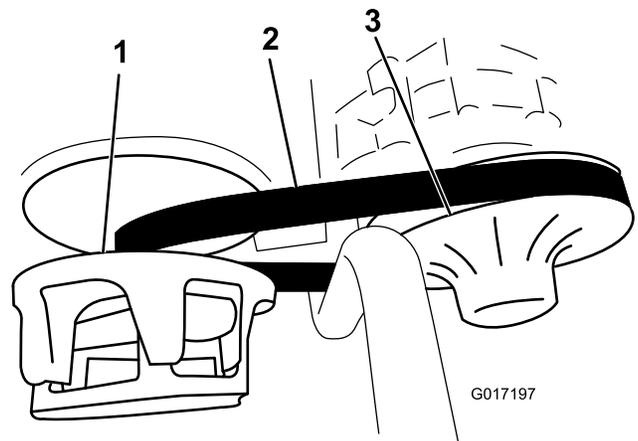

Figura 58
3. Fate girare la cinghia e ispezionatela per rilevarne l'eventuale eccessiva usura o danni (Figura 58).
3. Girate la cinghia e fatela passare sulla frizione secondaria (Figura 58).
4. Rimuovete la cinghia dalla frizione primaria (Figura 58).
5. Allineate la nuova cinghia sopra la frizione primaria (Figura 58).
6. Girate la cinghia e fatela passare sulla frizione secondaria (Figura 58).